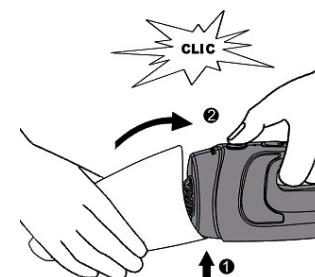

Afbeelding 8
- Draai aan de fijnfilter om deze uit de voorfilter (Afb. 8) te halen.